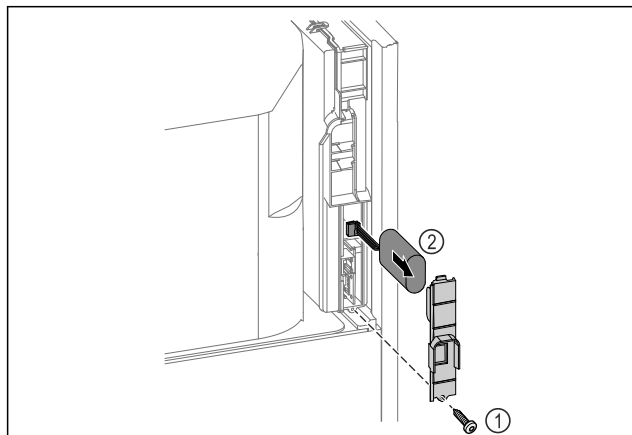

Fig. 222
► Svitare la vite e rimuovere la copertura sul retro dell'apparecchiatura Fig. 222 (1).
► Scollegare e rimuovere la batteria Fig. 222 (2).